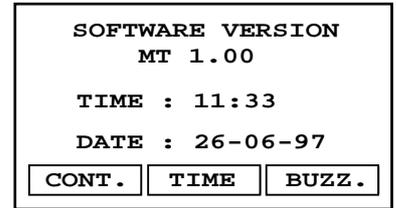

Fig.35. Menu de configuration
1. Appuyez sur la touche SET UP, voir menu configuration, fig.35.
1. Appuyez sur la touche SET UP, voir menu configuration fig.35.